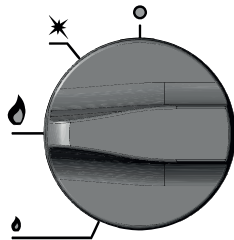
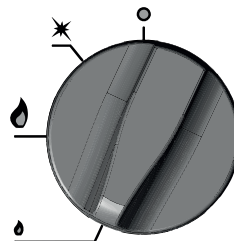

Figure 10. Réglage de la manette avec laquelle le brûleur fonctionne avec la puissance maximale.
Figure 11. Réglage de la manette avec laquelle le brûleur fonctionne avec la puissance minimale
- Tournez la manette (mouvement anti-horaire) vers la position flamme pleine (Fig. 10) afin que le brûleur principal soit allumé (il est allumé par le brûleur de commande). Puis en tournant la manette dans le même sens vous obtiendrez une flamme économique (Fig. 11). Le brûleur principal ne sera pas allumé si le brûleur de contrôle (commande) n'est pas allumé et ne chauffe pas le détecteur de sécurité anti-reflux. En cas de disparition momentanée de la flamme le détecteur de sécurité anti-reflux du gaz causera sa coupure d'arrivée vers le brûleur